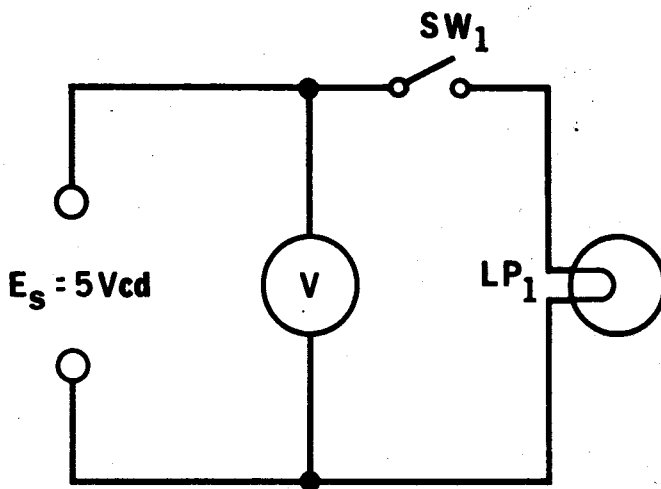

Fig. 14-2
- Alambre el circuito según la Fig. 14-2. Conecte el voltímetro a la fuente de energía y ajuste la tensión a 5 Vcd. Use esta misma posición para el resto de este experimento. Encienda y apague la lámpara varias veces.